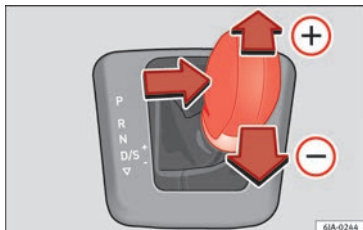

Fig. 179 Levier sélecteur : Tiptronic.
- Poussez légèrement le levier vers l'avant + » fig. 179.
- Poussez légèrement le levier vers l'arrière - » fig. 179.